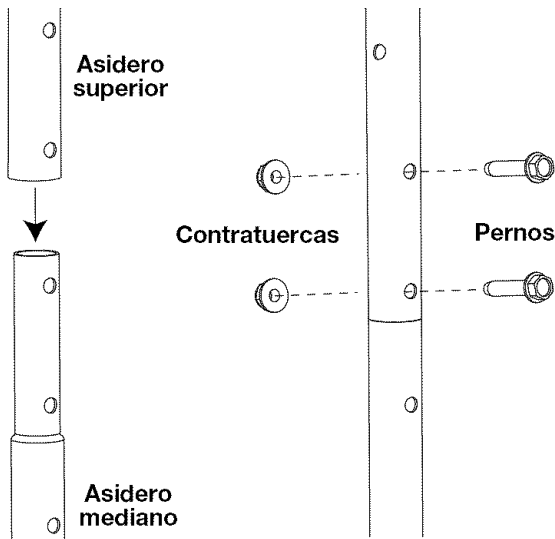

Fig. 2
5. Coloque el extremo abocinado del mango superior sobre el extremo del mango intermedio y asegúrese de alinear los agujeros. (Fig. 2)